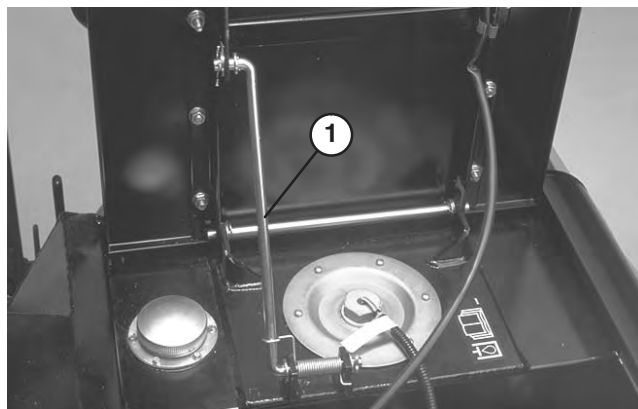

Figure 18
2. Soulevez le siège et supportez-le avec la béquille (Fig. 18).